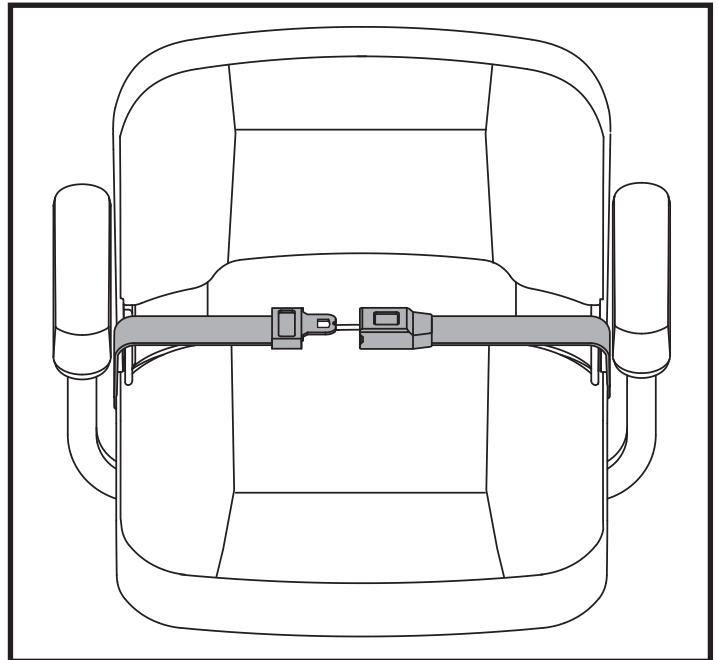

Abb. 22. Rückhaltgurte–Rückhaltgurt mit Schloss
1. Schloßzunge in das Schloßteil stecken, bis der Schnellverschluß hörbar einrastet. **Siehe Abb. 22.**